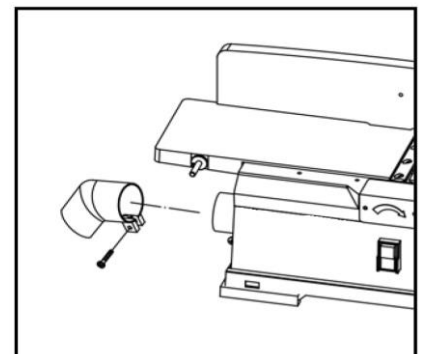

Рисунок 3
- Закройте молнию (см. рисунок 3 - 4).